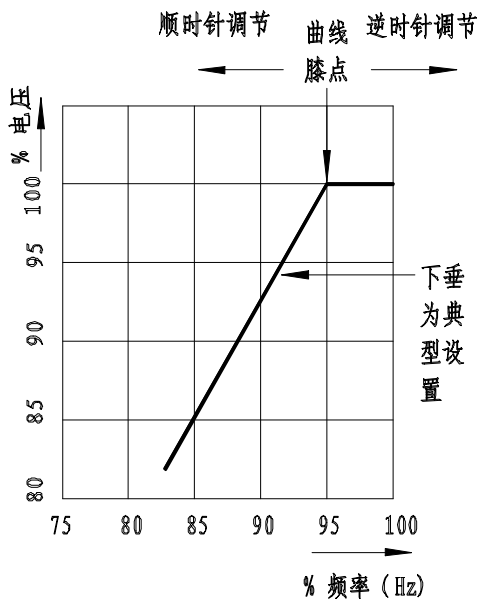

图7
- ② 要求三相检测。
- ③ 如果发电机端电压与调节器识别的检测电压范围不匹配，则需要使用检测降压器。
- ④ 检测变压器二次侧线圈必须可靠接地，当接多个变压器时确保只有一个变压器二次侧线圈接地。
- ⑤ 连接端子2和3到SCP250和EL200，如图7。当不使用SCP 250或EL 200，短接端子2和3。
- ⑥ 连接端子5到1A CT或连接端子5a到5A CT。同时参考第4条。
低速保护的设定是为了发电机转速低于额定转速的95%时减小发电机的励磁电流。AVR连接一个低转速保护线路，其电压/频率特性如下图7所示：